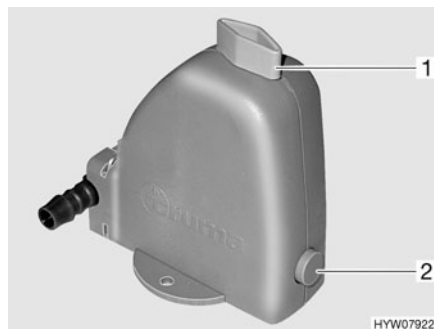

Fig. 167 Válvula de seguridad/purga de la caldera
La caldera está equipada con una válvula de seguridad/purga (Fig. 167). La válvula de seguridad/purga evita que el agua de la caldera se congele cuando no esté conectada la calefacción en caso de helada.
- Cerrar la válvula de seguridad/purga. Para ello, girar el botón giratorio (Fig. 167,1) a la posición transversal en referencia a la válvula de seguridad/purga y hundir el pulsador (Fig. 167,2).
- Abrir la válvula de seguridad/purga. Para ello, girar el botón giratorio (Fig. 167,1) a la posición longitudinal en referencia a la válvula de seguridad/purga. El botón de presión (Fig. 167,2) salta hacia fuera. La caldera se vacía hacia fuera a través de la válvula de seguridad/purga.